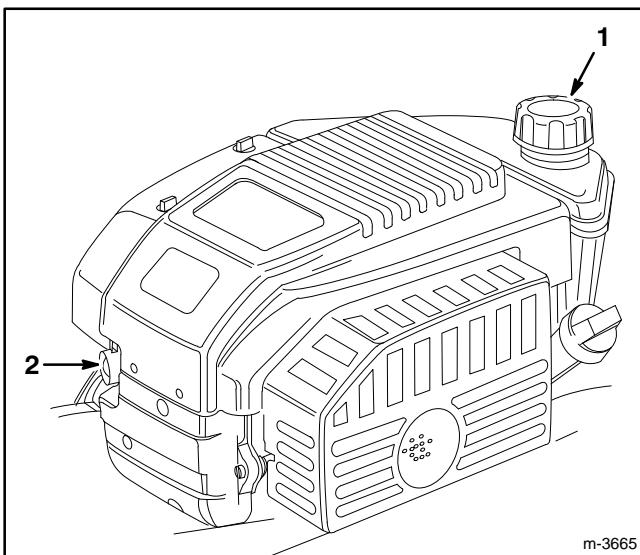

Figure 10
1. Nettoyer le pourtour de l'orifice de remplissage (Fig. 10) et retirer le bouchon. Ne pas remplir le réservoir complètement. Verser de l'essence sans plomb jusqu'à 6 à 13 mm (1/4 à 1/2 pouce) du sommet du réservoir. Veiller à ce que le niveau n'atteigne pas le goulet de remplissage.
4. Appuyer 3 fois sur l'amorceur (fig. 10). Attendre environ 2 secondes entre chaque actionnement.